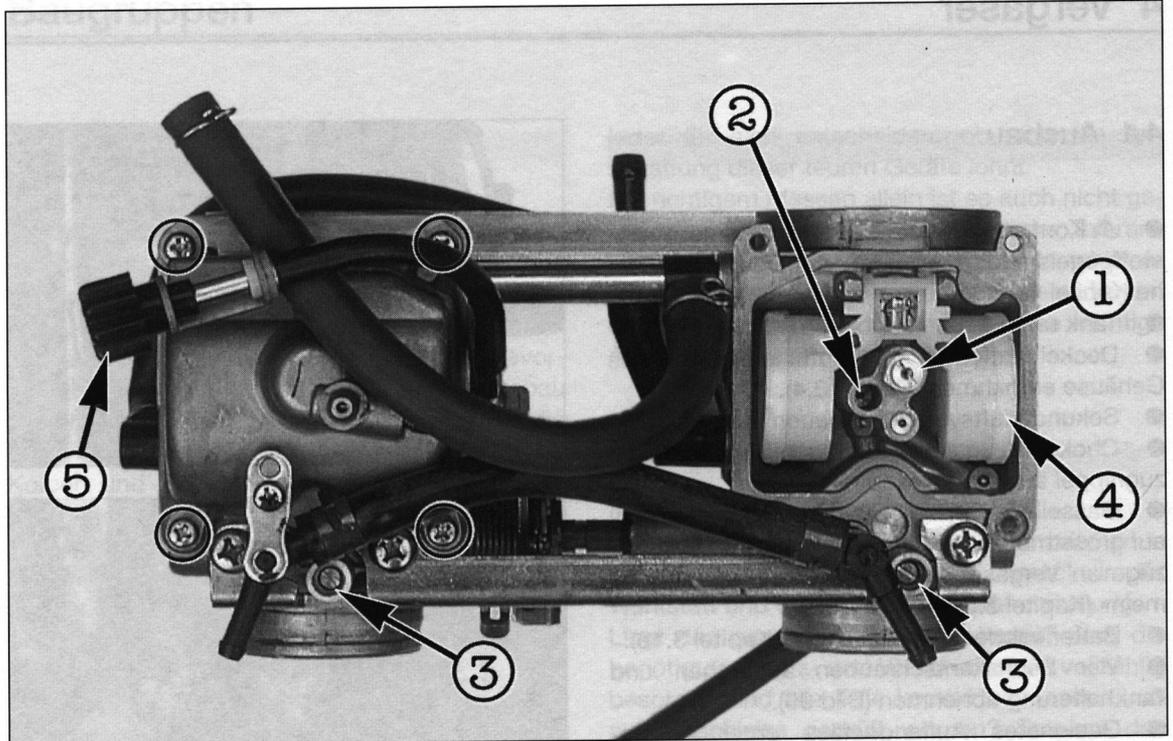

Bild 98
- Jeweils vier Schrauben von unten herausdrehen und Schwimmerkammerdeckel abnehmen (Bild 98).
- Leerlaufdüse und Hauptdüse ausdrehen. Es folgen Mischrohr und Nadeldüse (Bild 98).